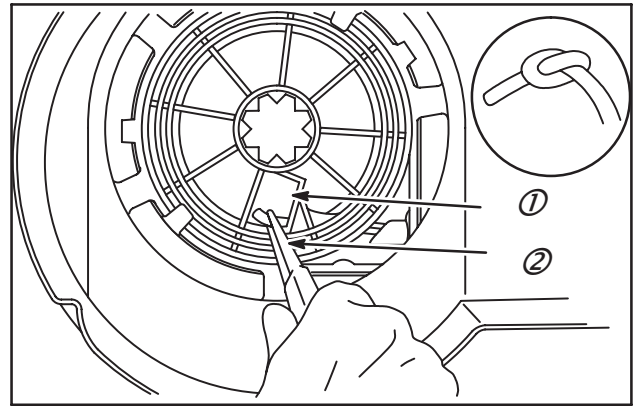

Fig. 15
Faire un nœud plat sur la corde et tirer fermement. Positionner le nœud avec des pinces à becs fins (2) de façon à ce qu'il puisse se loger dans sa cavité (1), Fig. 15.